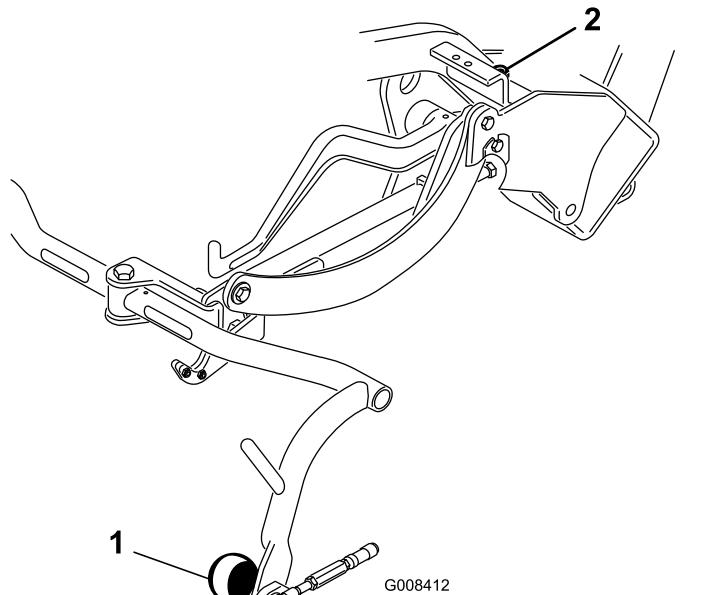

Bild 6
4. Sollte eine Einstellung erforderlich sein, lösen Sie die Klemmmutter an der Anschlagschraube des Trägerrahmens (**Bild 6**) und drehen Sie die Schraube nach oben oder unten, um den Trägerrahmen anzuheben oder abzulassen. Ziehen Sie die Klemmmutter an, um die Einstellung beizubehalten.